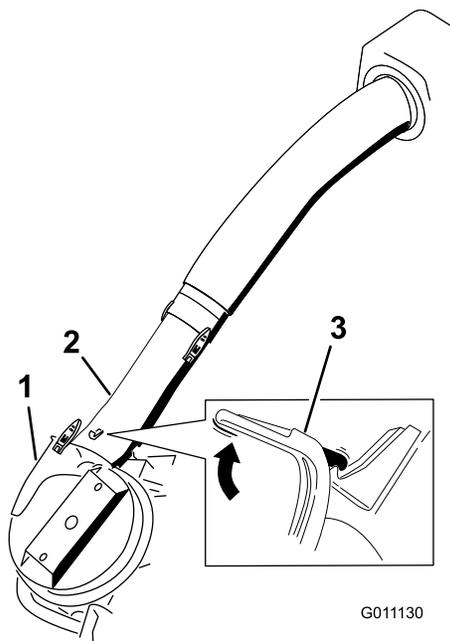

Figura 26
- Deslize o tubo inferior para o conjunto do soprador e tranque-os juntos (Figura 26).